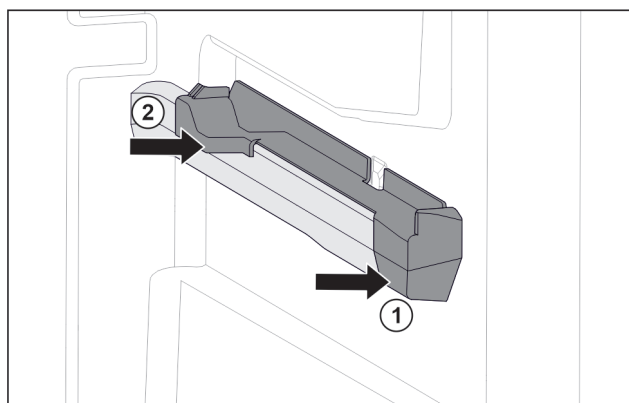

Fig. 132 Вставная часть на правом контейнерном ребре
- Наденьте вставную часть спереди на контейнерное ребро. Fig. 132 (1)
- Нажмите на вставную часть сзади. Fig. 132 (2)